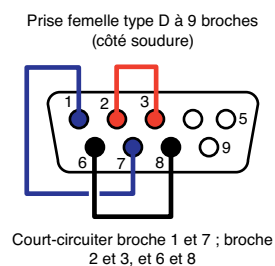

Figure B1.6.3
Si vous appuyez sur l'une de ces touches, un test de rebouclage est effectué sur le port série correspondant. Pour que le test aboutisse, une prise femelle de type D à 9 broches, câblée comme sur la figure B1.6.3, doit être enfichée sur le port série correspondant à l'arrière de l'enregistreur. Si la prise est câblée comme sur la figure, elle permet de tester à la fois les normes de communication EIA232 et EIA485. En fonction du résultat du test la légende 'S1(2) Ok ou 'S1(2) Échec' remplace "Série 1" ou "Série 2" sur la touche correspondante. Si l'option Comm série n'est pas installée, si vous appuyez sur l'une ou l'autre touche, le message "Échec" s'affiche.